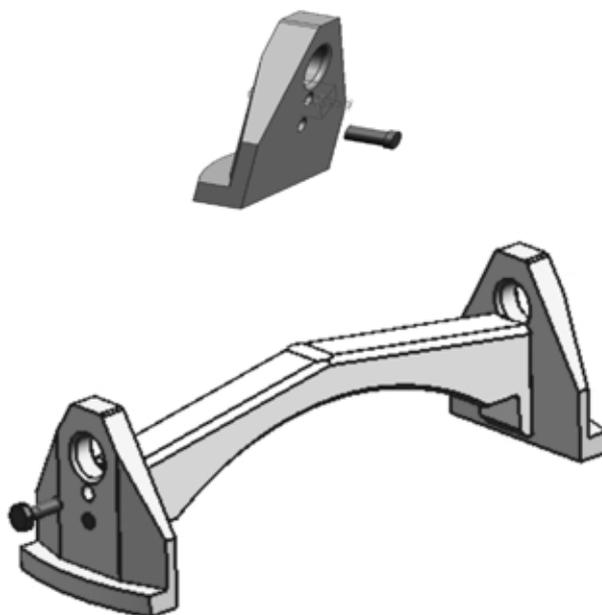

图 23 VCMB 切换开关吊具
- a. 将两个吊板 (已装上销子的) 放在切换开关的上面板的吊孔中并将其推向两侧, 把支架放在两个吊板中间, 如图 23 所示 ;
- b. 两边各旋上一个 M10X30 螺栓, 如图 23 示 ;